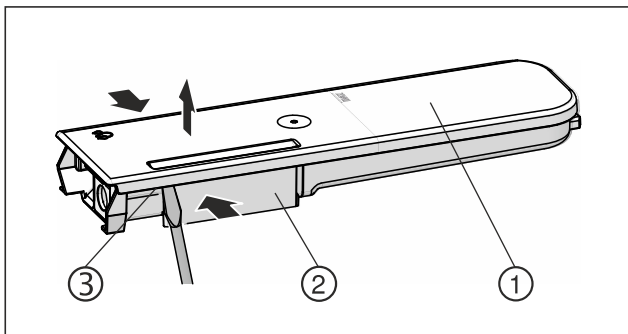

Fig. 146
- ▶ Presați rezervorul de apă *Fig. 146 (2)* împreună și trageți cu grijă capacul *Fig. 146 (1)* peste ciocurile opritoare *Fig. 146 (3)* și trageți-l în sus.
- ▶ Mișcați ușor capacul *Fig. 146 (1)* înainte și înapoi și scoateți-l în sus.